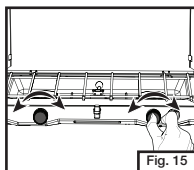

Fig. 15
- Ajustez la flamme avec la commande. (Fig. 15) La flamme devrait être bleue avec des dards légèrement jaunes.